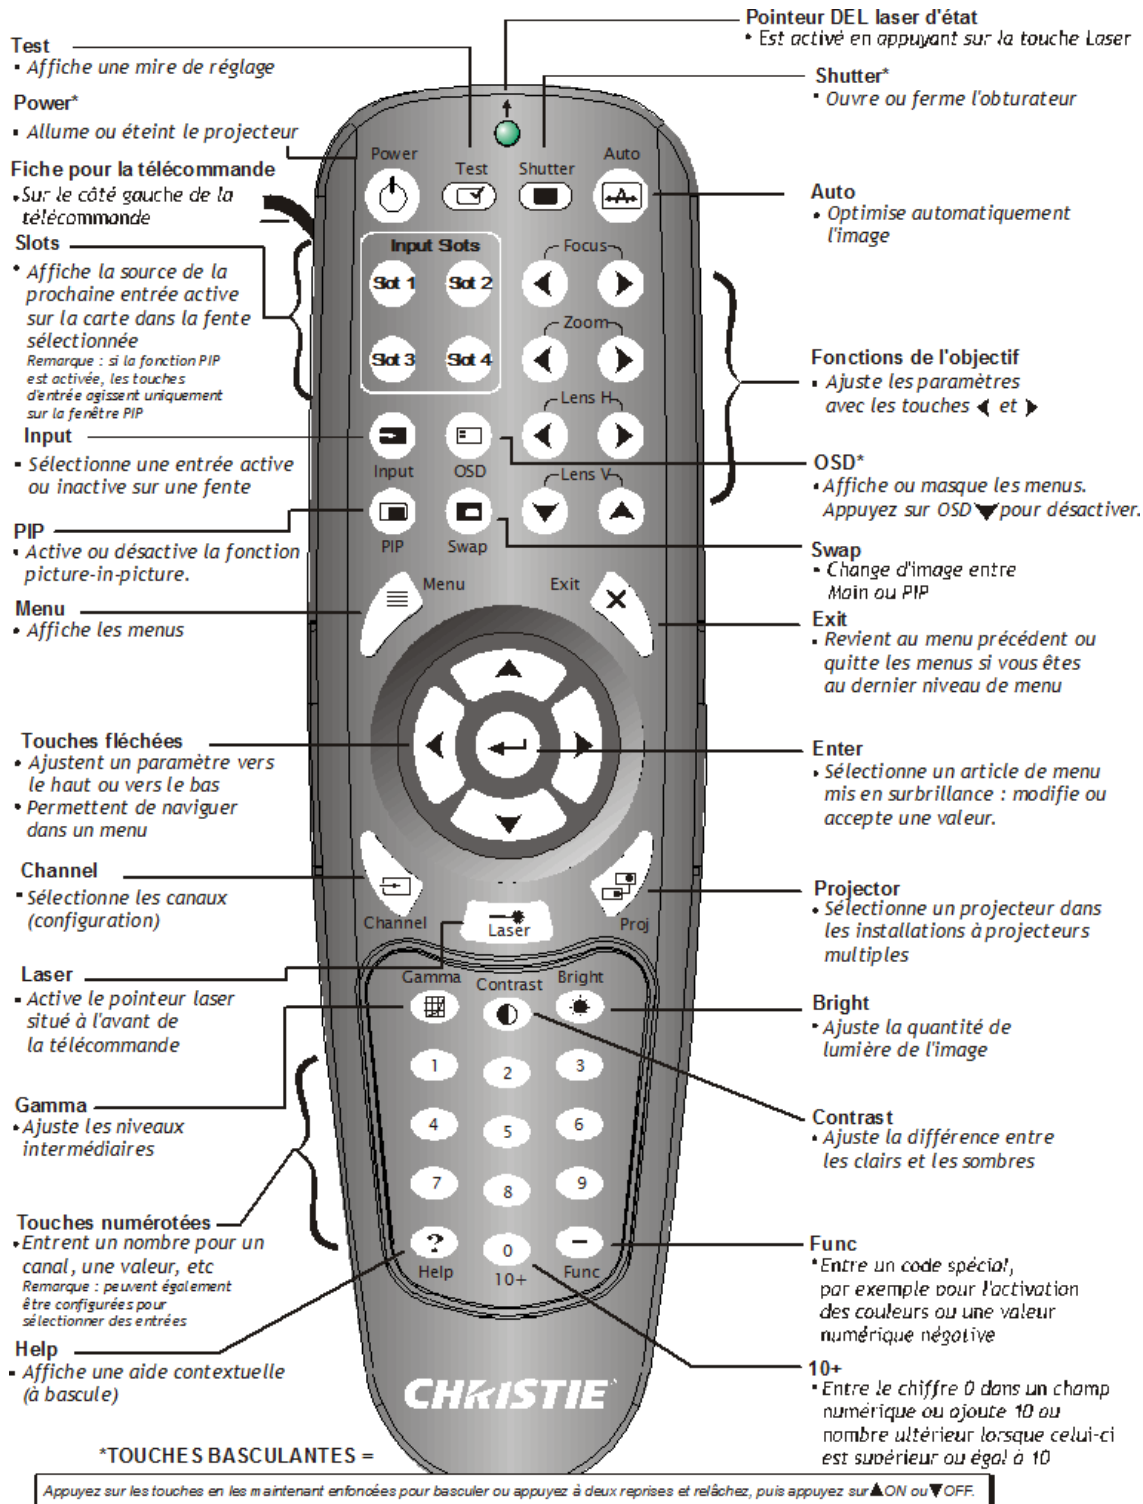

FIGURE 3-1 TÉLÉCOMMANDE
- **Télécommande** : pour commande avec fil, ou sans fil jusqu'à 8 m de distance (câble fourni pour une utilisation comme télécommande câblée). La télécommande contrôle le projecteur via des communications sans fil depuis un émetteur infrarouge, alimenté par pile. Manipulez la télécommande de la même manière qu'une télécommande de télévision ou de magnétoscope. Lorsque vous appuyez sur une touche de fonction, pointez la commande vers le capteur infrarouge avant ou arrière du projecteur. L'un des deux capteurs infrarouges du projecteur détecte les signaux et remplace les commandes pour un traitement interne. Un pointeur laser est intégré à la télécommande. Voir la Figure 3-1 Télécommande.
REMARQUE : utilisez les fonctions **POWER (MARCHE/ARRÊT)**, **SHUTTER (OBTURATEUR)** et **OSD (AFFICHAGE SUR L'ÉCRAN)** de l'une des façons suivantes : maintenez les touches enfoncées (pendant 2 secondes) ou exercez deux pressions brèves sur les touches, puis appuyez sur la **TOUCHE FLÉCHÉE HAUT** pour allumer l'appareil ou sur la **TOUCHE FLÉCHÉE BAS** pour l'éteindre. Voir la Figure 3-1 Télécommande.